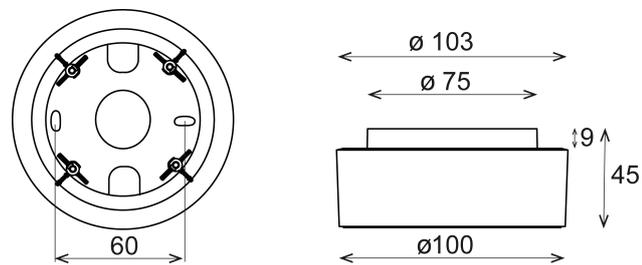

Bild 5: Maße Aufputz-Gehäuse Plug & Light [ca. / mm]
- i** Für das seitliche Einführen von Aufputzleitungen können Leitungseinführungen in der Schattenfuge (4) des Aufputz-Gehäuses mit einem Seitenschneider herausgetrennt werden.
- Anschlussleitungen durch die Öffnungen des Aufputz-Gehäuses (1) einführen.
- Aufputz-Gehäuse Plug & Light (1) mit dem Befestigungsmaterial (1a) an der Decke befestigen. Lochabstand für Bohrlöcher siehe Bild 5.
- Plug & Light Unterputz-Einsatz (5) anschließen, siehe Anleitung Plug & Light Unterputz-Einsatz.
- Plug & Light Unterputz-Einsatz (5) in das Aufputz-Gehäuse Plug & Light einsetzen und mit den Schrauben (1b) befestigen.
- Universal-Abdeckung Plug & Light (2) auf den Unterputz-Einsatz aufsetzen und mit der Schraube (2a) befestigen.
- Lichtaufsatz mit Bajonett (3) aufsetzen und im Uhrzeigersinn über einen Rastpunkt drehen.